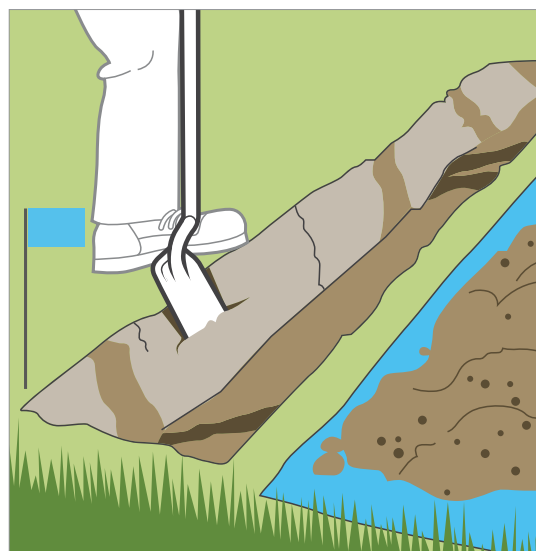

Figura 2
4. Zanjás: Consulte la normativa local. Si no existe una normativa local para la profundidad de la tubería principal de aspersores, cave una zanja de 25 a 30 cm de profundidad. La zanja será de 15 a 20 cm para las tuberías laterales. Las zanjás se pueden cavar a mano o con una zanjadora, que se puede conseguir en la mayoría de los comercios de alquiler de maquinaria *Figura 2*.